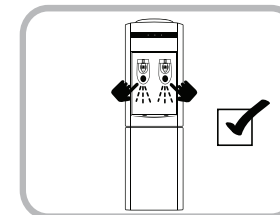

Fig.3
4. Poussez chaque levier d'eau (température chaude et froide) pour s'assurer que l'eau circule à travers l'appareil. (Fig. 3)